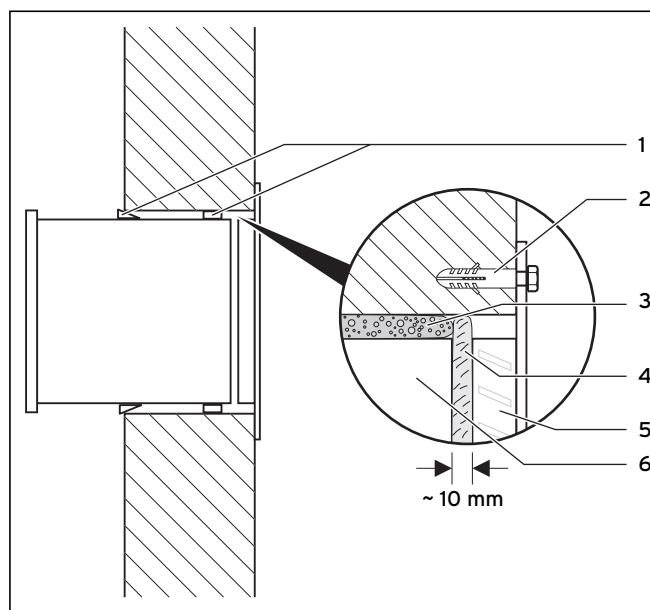

Afb. 4.1 Draagrailset VWZ LM monteren
- Monteer de draagrailset zoals getoond in afb. 4.1.